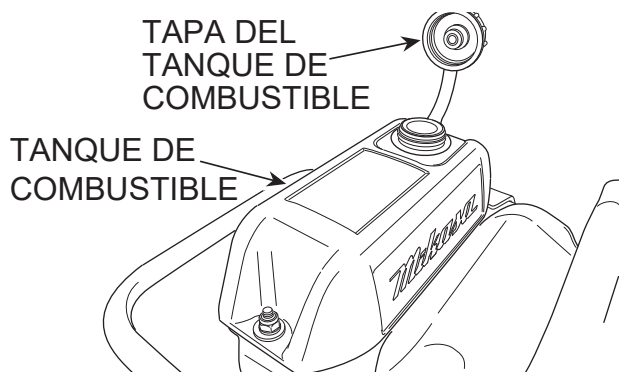
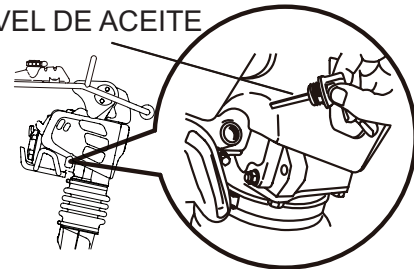

Figura 4. Tanque de combustible
Figura 6. Varilla de medición del nivel de aceite del motor
1. Llene el tanque (Figura 4) con combustible sin plomo. Al mismo tiempo, compruebe el aceite del motor y acostúmbrese a rellenarlo a menudo (Figura 6).
3. Compruebe el nivel de aceite del motor y si es bajo, debe rellenarse (Figura 6). Use el aceite de motor apropiado según se recomienda en la Tabla 4 de abajo.